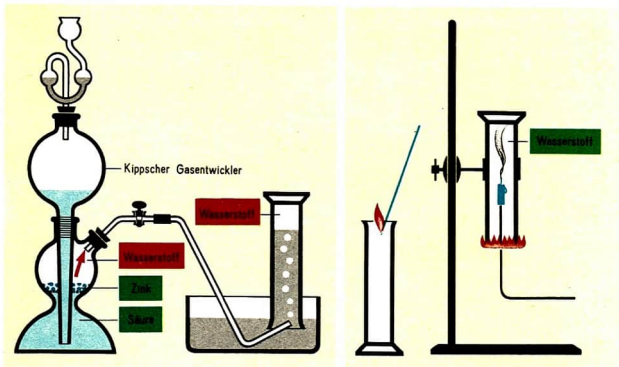

Abb. 48 Im Kippschen Apparat steigt bei geöffnetem Hahn Säure zum Zink, und es bildet sich Wasserstoff.
Vorsicht! In einem Kippschen Gasentwickler läßt man Zink und eine Säure (z. B. Salzsäure) aufeinander einwirken. Der entweichende Wasserstoff wird in Standzylindern pneumatisch aufgefangen (Abb. 48).
Im Laboratorium stellt man Wasserstoff meist durch Reaktion von Zink oder einem anderen Metall mit einer Säure dar (Experiment 38). Man benutzt dazu den Kipp'schen Gasentwickler (Abb. 48). Mit Hilfe dieses Gerätes ist es möglich, die Reaktion nach Bedarf in Gang zu setzen und zu unterbrechen. ① ②
- ① Was geschieht, wenn der Hahn des Kippschen Gasentwicklers (Abb. 48) geschlossen wird?
- ② Wie wird das pneumatische Auffangen eines Gases vorbereitet? Welche Geräte werden dazu benötigt?
- ③ Nach längerer Zeit entweicht Wasserstoff auch aus einem offenen Standzylinder, dessen Öffnung nach unten zeigt. Gib dafür eine Erklärung!
- ④ Berechne, wievielfach so groß die Masse eines Liters Luft (1,293 g) im Vergleich zur Masse eines Liters Wasserstoff ist (↗ S. 76)!
- ⑤ Welches Ergebnis wäre zu erwarten, wenn man beim Experiment 39 (↗ S. 75) statt der Kerze einen brennenden oder glimmenden Span in Wasserstoff bringen würde?
- ⑥ Drei mit Glasplatten abgedeckte Standzylinder sind mit Stickstoff beziehungsweise mit Wasserstoff oder Sauerstoff gefüllt. Wie kann man die Zylinder herausfinden, die Sauerstoff beziehungsweise Wasserstoff enthalten? Werte dazu die Tabellen 4 (↗ S. 43) und 9 aus!
- ⑦ Leite aus der Formel von Wasser die Wertigkeit von Sauerstoff ab!
- ⑧ Wieviel Gramm molekularen Sauerstoff und wieviel Gramm molekularen Wasserstoff braucht man zur Herstellung von 1 mol Wasser?
- ⑨ Wieviel Gramm Sauerstoff werden zur Verbrennung von 1,5 g Wasserstoff benötigt? Wieviel Gramm Wasser entstehen dabei?